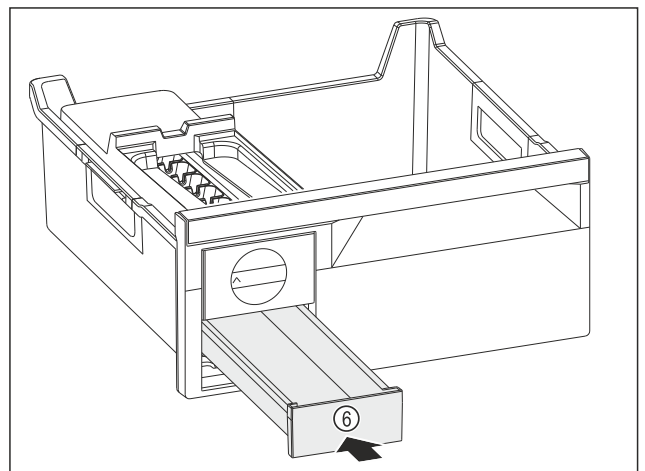

Fig. 117
- ▶ Wsunąć szufladę na kostki lodu Fig. 117 (6).